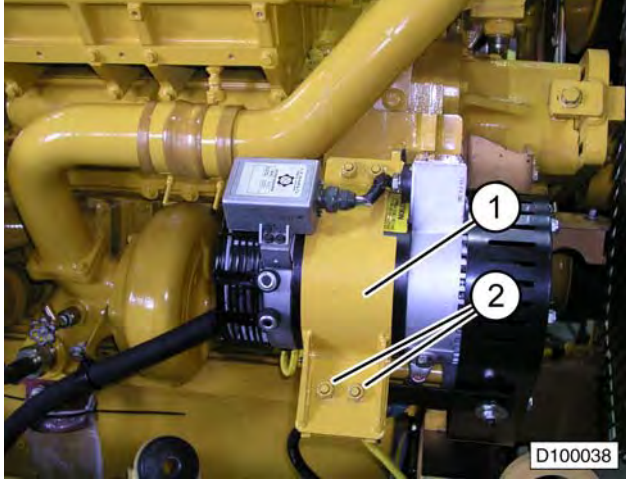

FIGURA 10-23. SOPORTE DE MONTAJE
9. Retire la mitad del soporte externo del alternador (1, Figura 10-23), para ello retire cuatro tuercas de seguridad (2).
3. Instale la mitad externa alterna del soporte (1, Figura 10-23). Instale cuatro tuercas de seguridad (2) y apriételas al torque estándar.